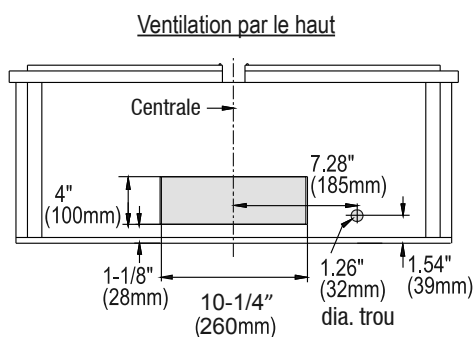
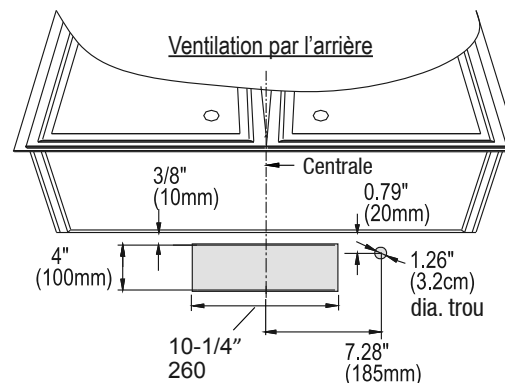

Fig.3
Fig.4
- a. Déterminer si votre système de ventilation existant évacue l'air par le haut ou par l'arrière. Veiller à ce que les ouvertures dans l'armoire ou dans le mur pour le clapet et pour l'accès à l'électricité sont à des endroits appropriés et sont de tailles appropriées. Voir la Fig. 3 si votre ventilation est par le haut ou voir Fig.4 si elle est par l'arrière.